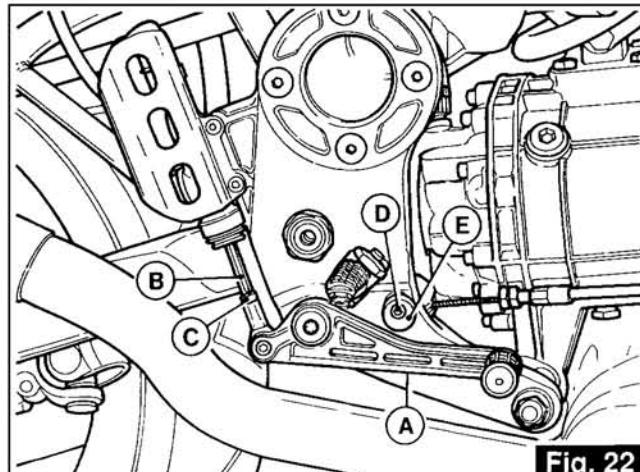

Fig. 22
5.3 EINSTELLUNG DES PEDALS ZUR BETÄTIGUNG DER HINTERRADBREMSE (Abb. 22)
5.3 RÉGLAGE DE LA PÉDALE DE COMMANDE DU FREIN ARRIÈRE (fig. 22)